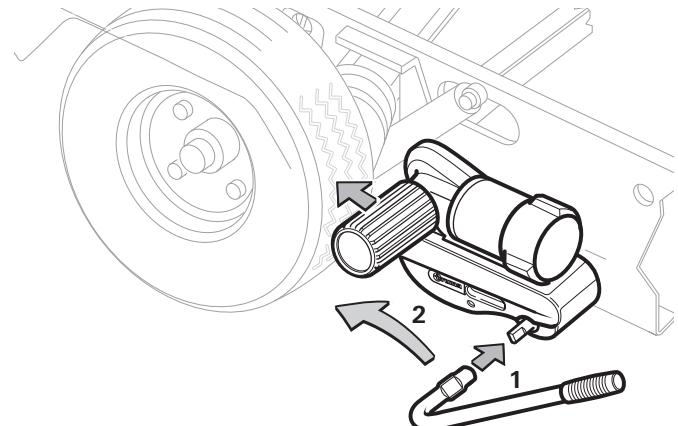
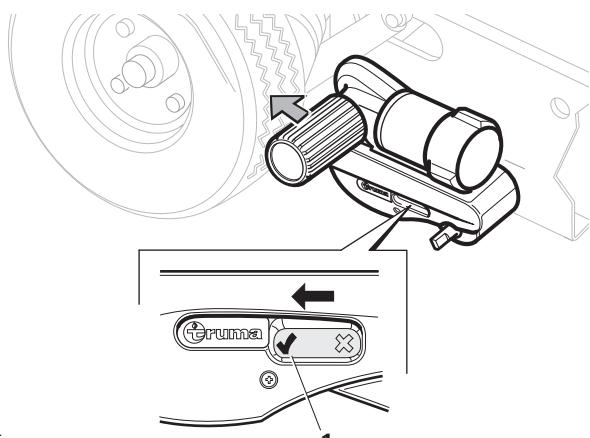

Figura 4
Figura 5
- Inserire la leva di avvicinamento sull'albero di avvicinamento (figura 4 - 1).
- Girare la leva di avvicinamento in direzione della freccia (verso la ruota del veicolo) (figura 4 - 2) finché l'indicatore di posizione nell'alloggiamento è su «/» (figura 5 - 1). L'unità di trasmissione si blocca in modo sicuro nella posizione finale e il rullo di trasmissione viene premuto di circa 20 mm negli pneumatici. Controllare che questo sia vero su entrambi i lati prima di manovrare.